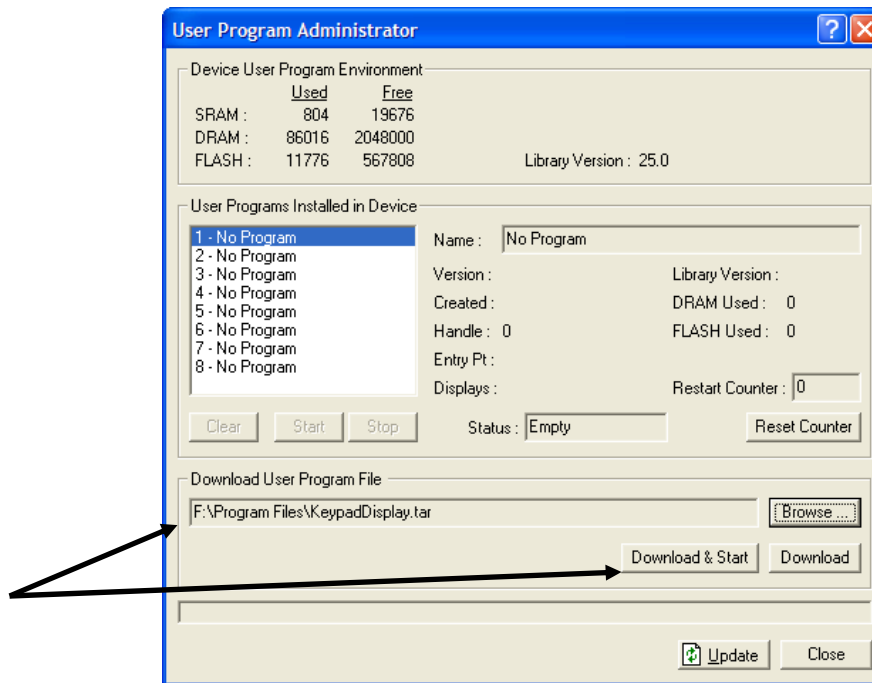

Figura 11. Pantalla User Program Administrator
7. Haga clic en **Open** (Abrir) para seleccionar el archivo de programa. Aparecerá la pantalla User Program Administrator (Administrador de programas de usuario). Tal como se muestra en la Figura 11, el campo Download User Program File (Descargar archivo de programa de usuario) indica el programa seleccionado, y el botón **Download & Start** (Descargar e iniciar) se encuentra activo: